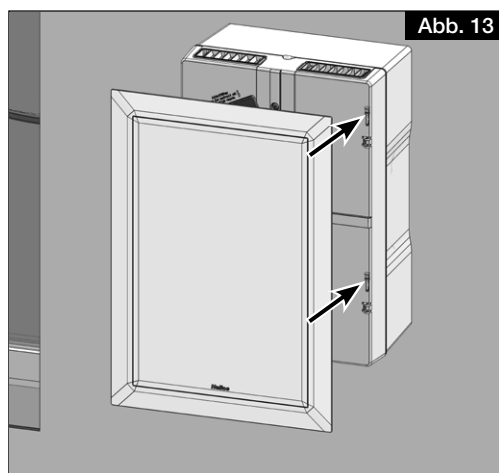
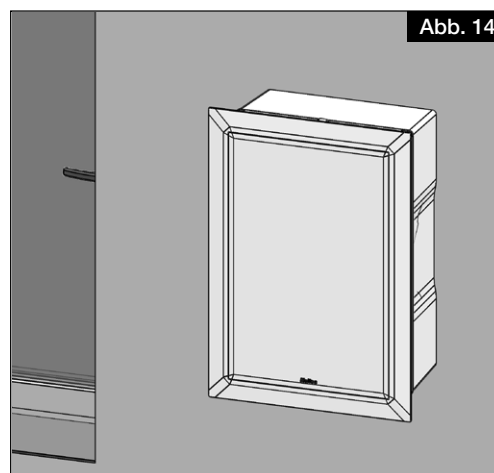

Abb. 13
Abb. 14
8. Die Blende mit den Befestigungsklammern am Blendenrahmen anbringen (siehe Abb. 13, Abb. 14). Die Befestigungsklammern liegen im Polybeutel bei.